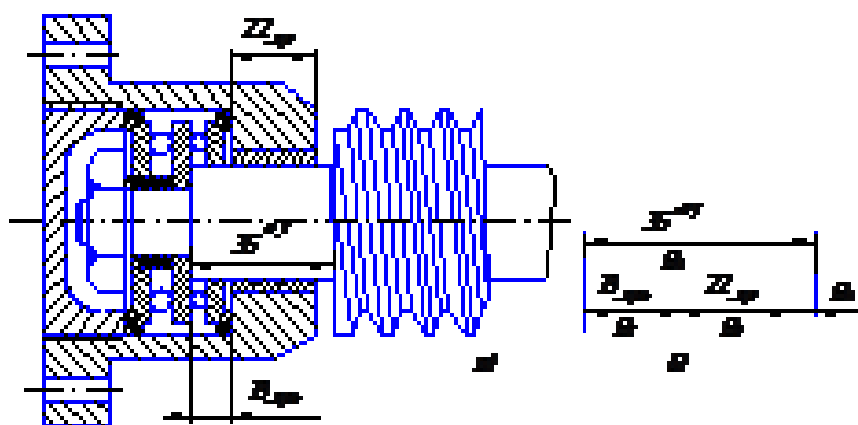

Рис.1.
7. Установить техническое требование на величину зазора между торцом червяка и его опорой (рис.1), если все размеры деталей будут выполнены в заданных пределах.
1. Составим схему размерной цепи (рис.1 б)